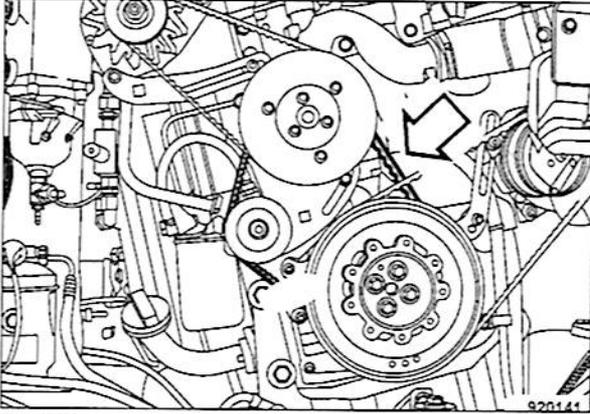

Fig. 164
- Comprobación visual de la correa trapezoidal de la bomba (Fig. 164) por todo su contorno por deterioros o grietas. Cambiar una correa trapezoidal deteriorada o desgarrada.